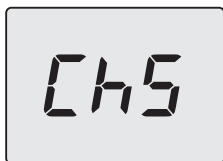

Рисунок 7.5
- Прокрутите различные меню, нажимая кнопки 13 (назад) или 15 (вперед), до появления на ЖК-дисплее надписи **Ch5** (Рисунок 7.5), указывающей на меню «Трубочист».